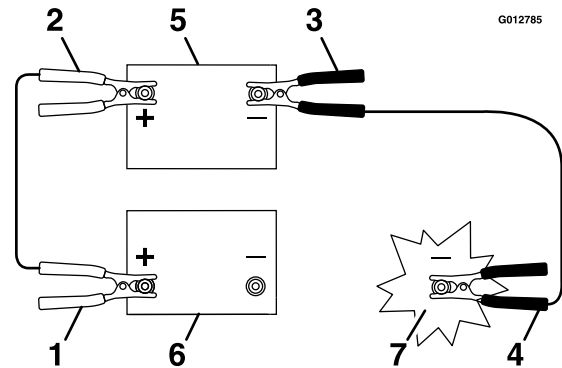

Figure 58
3. Connectez le câble positif (+) à la borne positive (+) de la batterie à plat qui est reliée au démarreur ou au solénoïde, comme montré à la Figure 58.